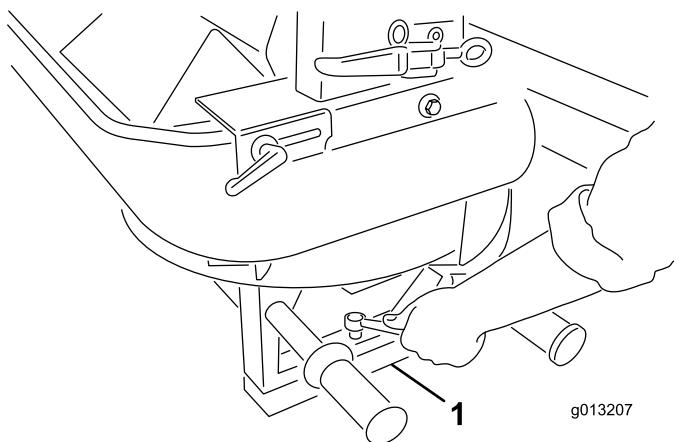

Figura 6
5. Rimuovete le 4 viti dalle gambe dello spargitore Twin Spinner. Con l'aiuto di un collega, sollevate lo spargitore doppio e rimuovete i prigionieri e la gomma espansa di imballaggio (Figura 6).